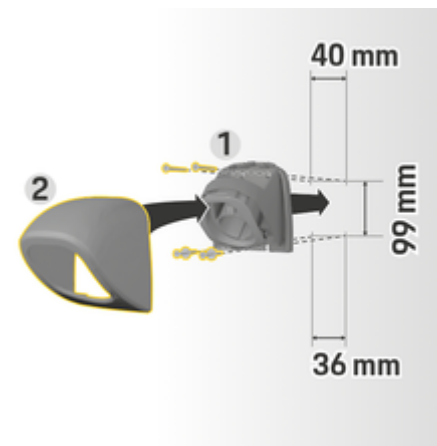

図 6: ドリル寸法
1. コネクターファスナー 1 (図 6) をカバー 2 (図 6) から取り外します。
4. コネクターファスナー 1 (図 6) を壁にネジ留めしてください。
5. カバー 2 (図 6) をコネクターファスナー 1 (図 6) に下から取り付け、押し上げてください。